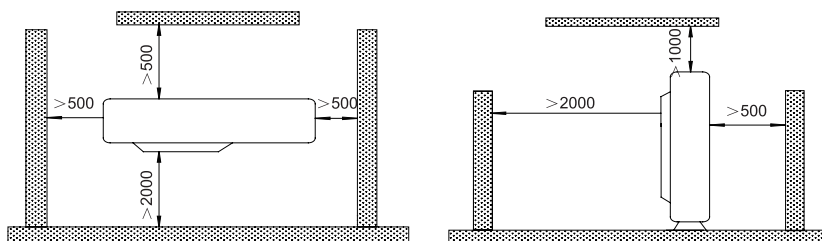

Fig. 3
- (1). Dans la mesure du possible, installez l'équipement extérieur à l'écart de la poussière ou de l'humidité de la pluie.
- (2). Installez l'équipement extérieur dans un emplacement adéquat pour le brancher à l'équipement intérieur.
- (3). Installez l'équipement extérieur dans un emplacement permettant l'évacuation de la condensation d'eau en mode chaud.
- (4). Éloignez les animaux et plantes de l'air chaud.
- (5). Prenez en compte le poids du climatiseur et choisissez un emplacement où le bruit et les vibrations sont limités.
- (6). Installez l'équipement extérieur dans un emplacement pouvant supporter le poids de l'équipement et produisant le moins de bruit et de vibrations possibles.
- (7). Garantisiez l'espace indiqué dans la Fig. 3, de sorte à éviter que le débit d'air ne soit obstrué. De même, pour un fonctionnement efficace, laissez trois des quatre directions libres.